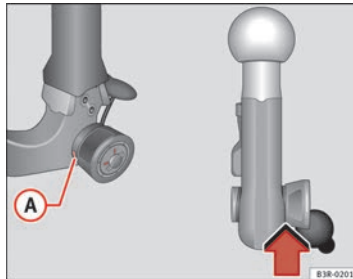

Abb. 171 Abnehmbare Anhängervorrichtung: Sicherheitsüberprüfung
- Überprüfen Sie, ob sich die grüne Markierung **A** ⇒ Abb. 171 am Handrad im Bereich der schwarzen Kennzeichnung an der Kugelstange befindet.